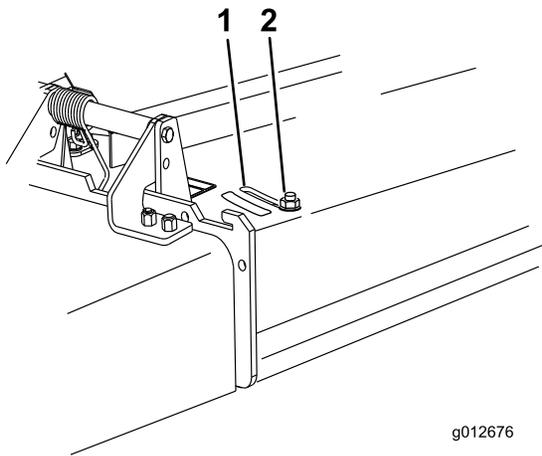

図 28
3. バッフルを調整する場合には、ナットをゆるめる (図 28)。